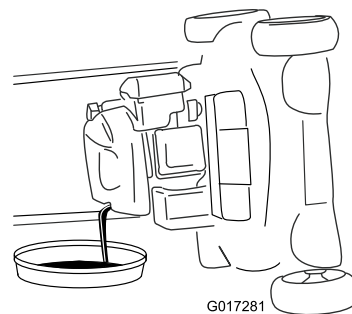

Рисунок 31
6. Извлеките шуп и слейте использованное масло в поддон для сбора масла (Рисунок 31).